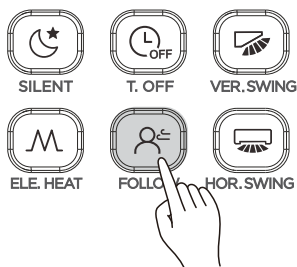

Figura 3.16
1) Quando l'unità è in modalità Cool (Freddo, Heat (Caldo) o Auto, premere  per avviare la funzione Seguimi. Lo schermo mostrerà l'icona  (si veda Figura 3.16).